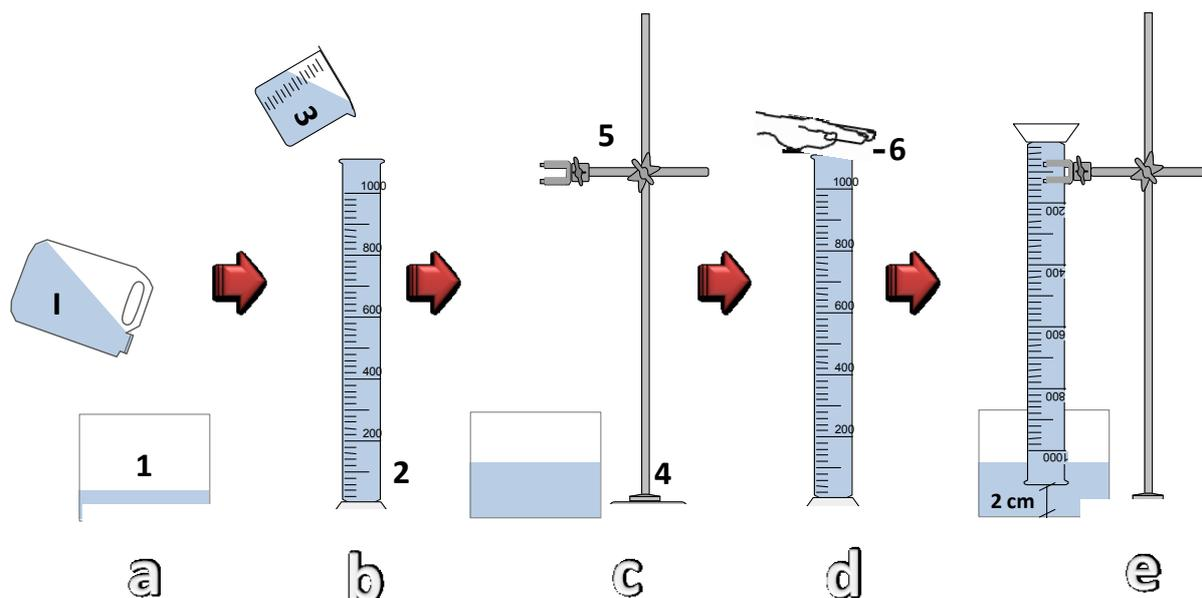

Figura 2
A. Instruções para montagem do equipamento de medição de gás, conforme Figura 2.